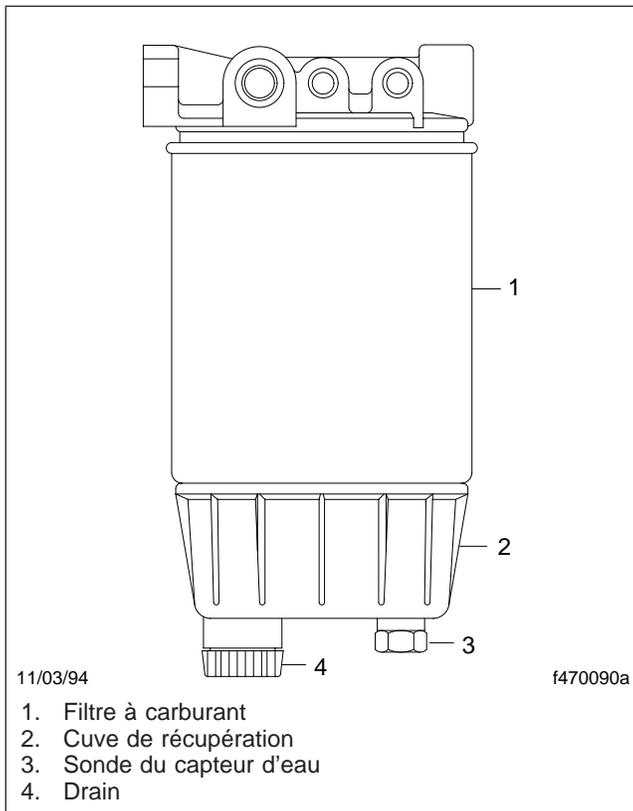

Fig. 21.4, Séparateur carburant-eau Alliance
*Pour un modèle Alliance, voir la figure 21.4.* Placez un récipient approprié sous le séparateur carburant-eau. Vérifiez le niveau d'eau dans la coupe d'inspection, si présente. Pour vider l'eau, desserrez la valve dans le fond et laissez couler l'eau. Fermez et resserrez la valve à la main.